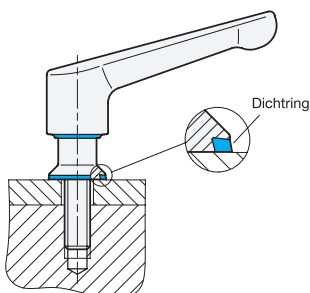

Abb. 1
- Die Gewindestange bzw. Bohrung des Klemmhebels ist in einen geschlossenen Einbauraum zu verbauen. (Abb. 1).
- Es ist darauf zu achten, dass der Klemmhebel nur in Verbindung mit dem mitgelieferten Dichtring eingesetzt wird. Die Dichtung ist kegelig ausgeformt. Es ist daher auf die richtige Einbaulage zu achten (Abb. 1).